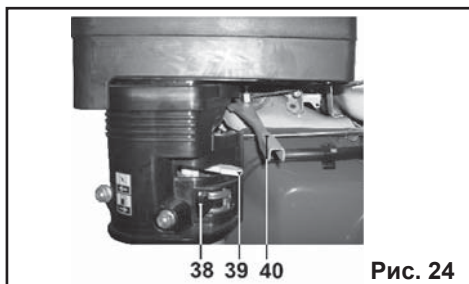

Рис. 24
В случае ручного пуска (Рис. 24 - 29) запустите двигатель следующим образом:
Для повторного запуска горячего двигателя оставьте рычаг воздушной заслонки (39) в положении в положении **«ОТКРЫТО»** (Рис. 24).
8.5.3. Положение рычага управления дроссельной заслонки карбюратора (40) установите при помощи рычага привода управления оборотами (41) примерно на 1/3 – 1/2 от хода регулировки оборотами. Для перемещения рычага привода оборотами (41) нажмите на кнопку (43), освободите из стопорного положения рычаг (41)
8.5.6. После запуска двигателя переведите рычаг воздушной заслонки (39) в положение **«ОТКРЫТО»** (Рис. 24).
8.5.12. Закройте рычаг подачи топлива (38) (Рис. 24).